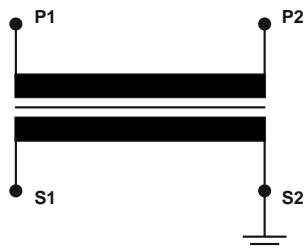

fig. 1
Terminalul "S2" al infasurarii secundare, daca se doreste utilizarea in sarcina a acesteia, se va conecta obligatoriu la impamantare, inainte de punerea in functiune a circuitului (conform fig.1).
- terminalul de sfarsit "S2" se conecteaza obligatoriu si la impamantare (conform fig.1).